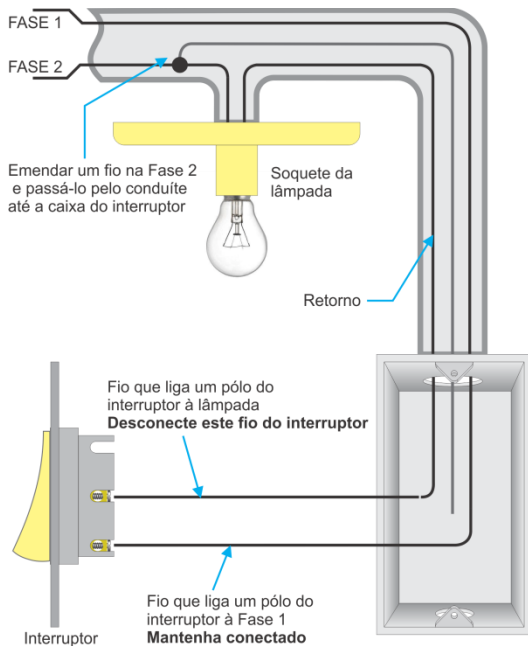

Figura 3
- Acrescente um fio que deve ser conectado à Fase 2 e passe-o pelo conduíte até a caixa do interruptor, representado pelo fio cinza na figura 3.